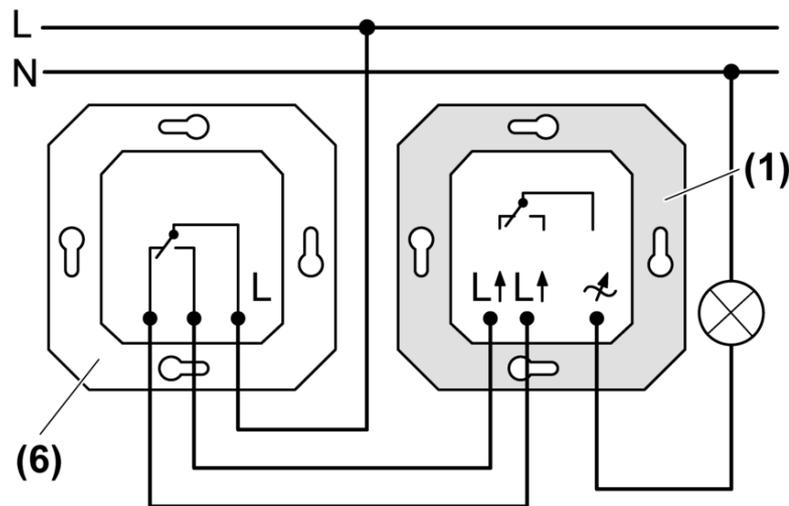

Figura 3: Circuito di commutazione
- Collegare il variatore di luce (1) e il deviatore (6) come da schema di collegamento (figura 3)